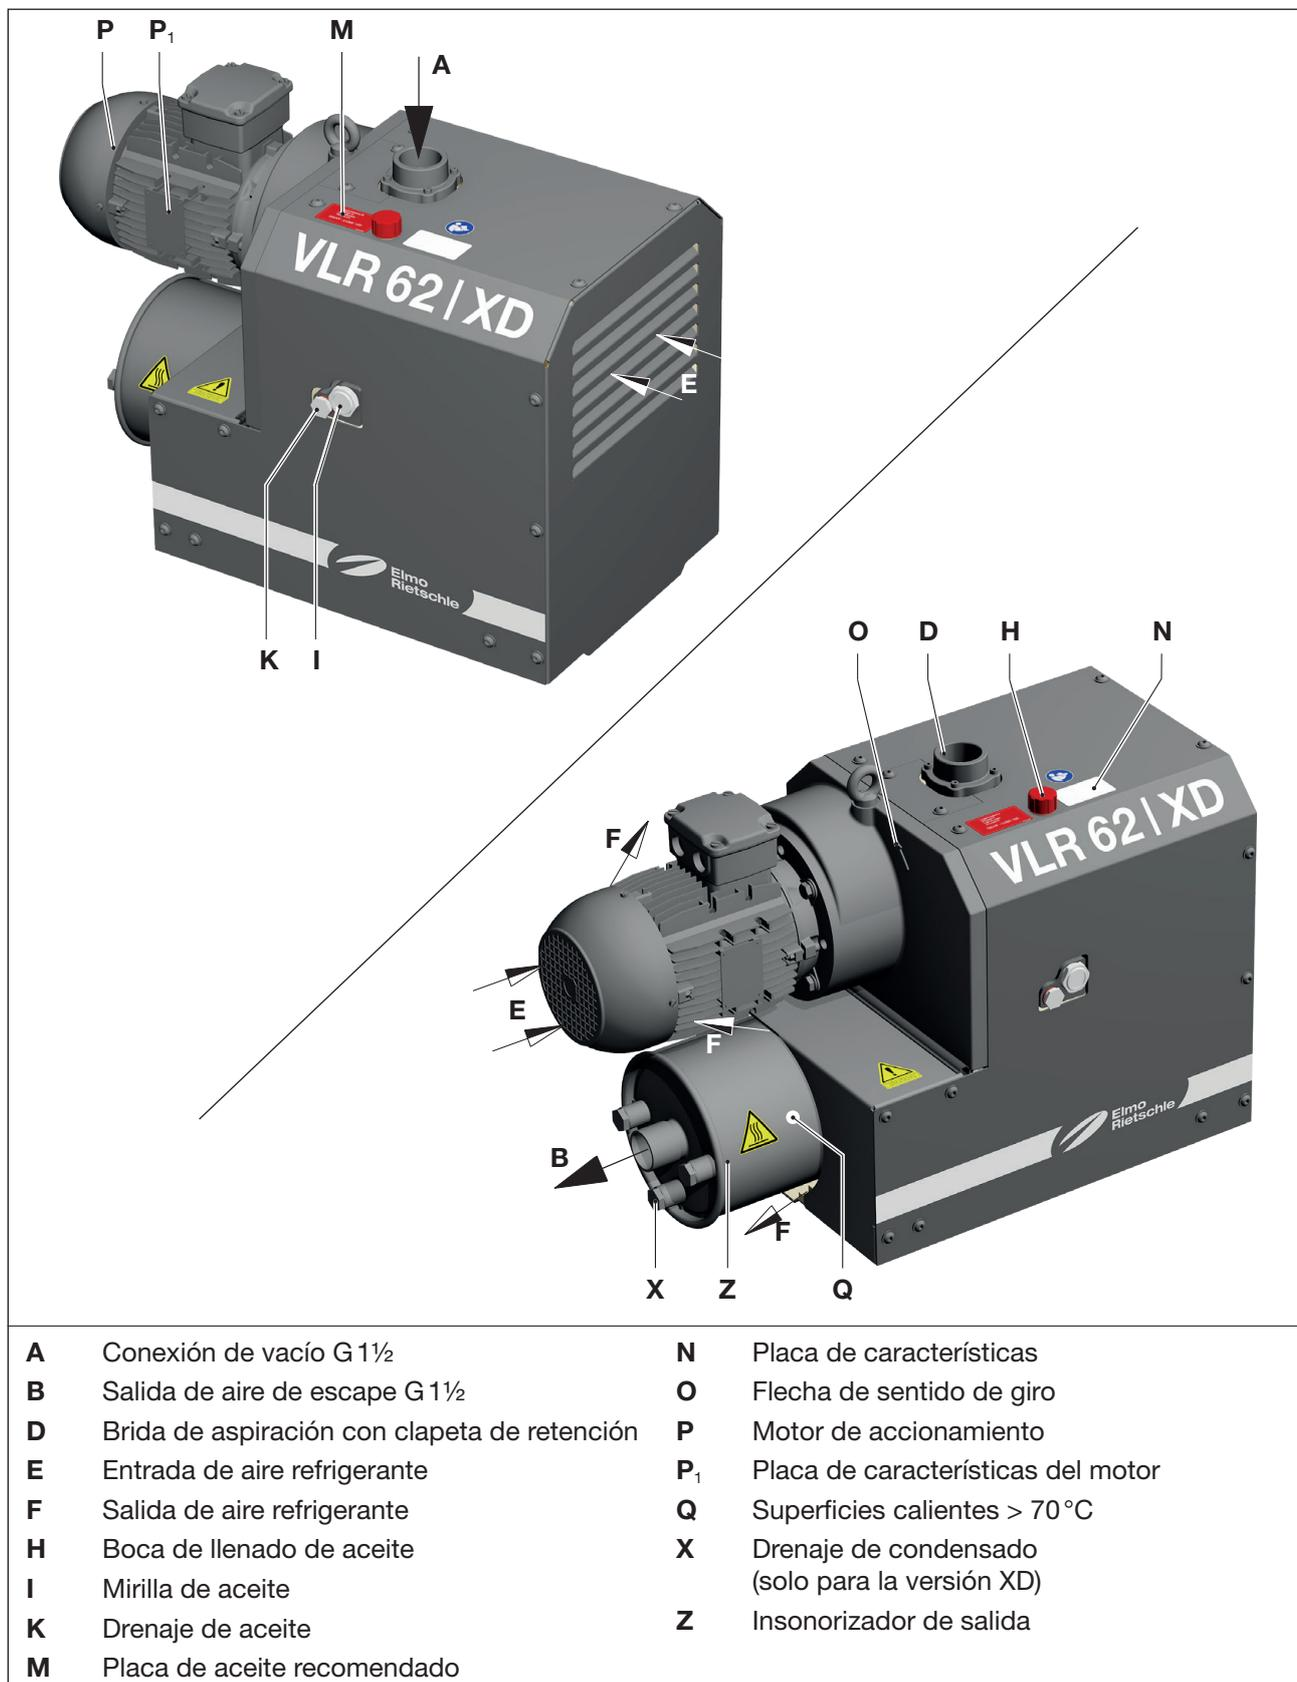

Fig. 2 Bomba de vacío C-VLR 62 XD con refrigeración activa (el diseño de CD es idéntico)
La VLR xx2 está encapsulada con una cubierta aislante. Para evacuar el calor generado por la compresión, el aire refrigerante pasa entre el compresor y la cubierta mediante un ventilador de tambor que aspira el aire fresco (Fig. 2-Fig. 3/E) y expulsa el aire calentado por la salida de aire refrigerante (Fig. 2-Fig. 3/F). El accionamiento se realiza mediante un acoplamiento con un motor trifásico normalizado fijado por brida.
La bomba VLR xx2 cuenta con una rosca de empalme en el lado de succión y un insonorizador en el lado de presión (Fig. 2-Fig. 3/Z). Una válvula antirretorno integrada separa la bomba del proceso cuando se decide pararla. Esta válvula antirretorno incluye un tamiz filtrante para evitar daños por contaminantes. Según la variante mecánica, la máquina tiene integrada una válvula limitadora de vacío.
- La boca de llenado de aceite (Fig. 2- 3/H), la mirilla (Fig. 2- 3/I) y el drenaje de aceite (Fig. 2- 3/K) deben ser fácilmente accesibles.
- Retirar los tapones ciegos de la conexión de vacío (Fig. 2- 3/A) y de la salida de aire de escape (Fig. 2- 3/B).
- Conectar la tubería a la conexión de vacío (Fig. 2- 3/A).
- El aire aspirado puede expulsarse por la salida de aire de escape (Fig. 2- 3/B) del insonorizador en el lado de presión (Fig. 2- 3/Z) o a través del tubo flexible o la tubería.